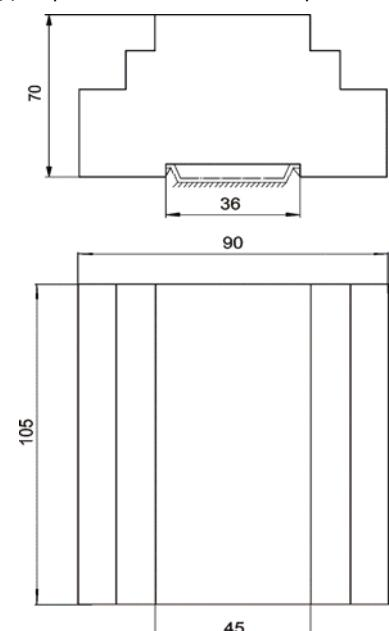

Рис. 1 Габаритные и установочные размеры БУАВР
3.31. Габаритные и установочные размеры БУАВР приведены на рис. 1.